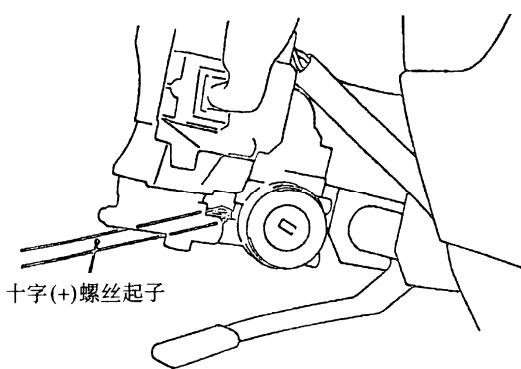

图 20-8
- ①将钥匙插入转向锁芯，转到“ACC”位置。
- ②用十字槽螺刀或类似工具，把转向锁芯锁定销向里推，然后把转向锁芯往自己方向拉（见图 20-8）。